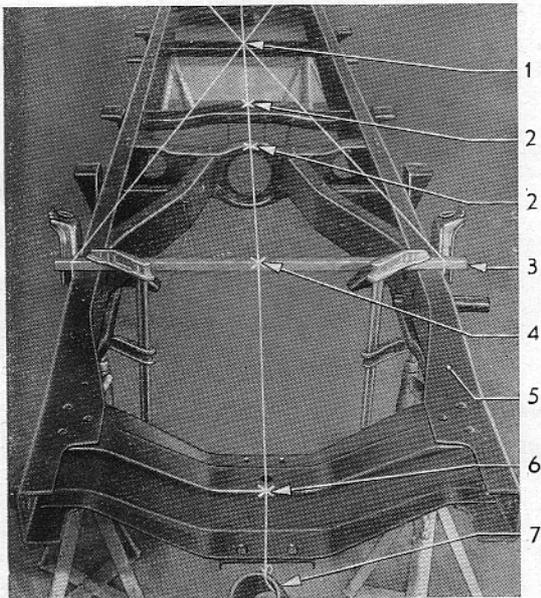

Bild 4 – Schnittpunkt von Diagonal-Meßdrähten und Längsmeßdraht – Rahmenansicht von vorn
11. Schnittpunkt (4/1) der Meßdrähte kontrollieren. Sie müssen in einem Punkt zusammenlaufen (Bild 4).